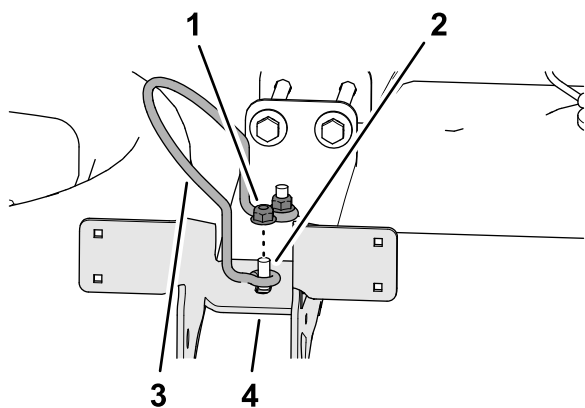

Figure 14
4. Placez la butée du couvercle de la cuve et les 2 contre-écrous à embase que vous avez retirés à l'opération 1 sur les 2 boulons de carrosserie supérieurs (Figure 14).